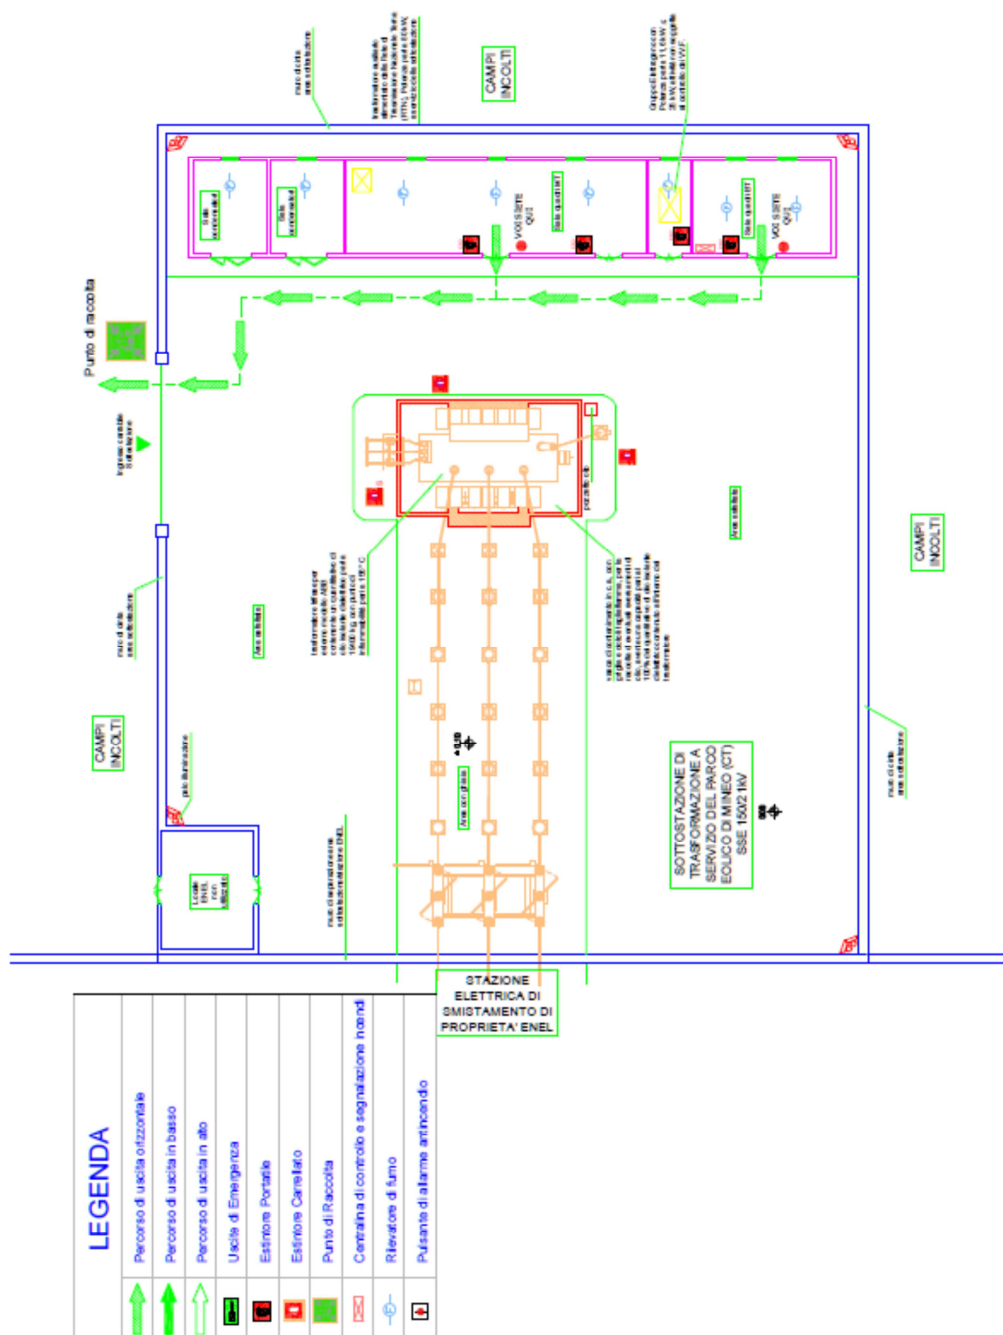

Fig. 2 – Planimetria delle vie di fuga, dei dispositivi antincendio e punto di raccolta
In Fig. 2 è riportata la planimetria con evidenziati: Locali e aree esterne, percorsi di emergenza, estintori, pulsanti di emergenza.
La disposizione dei presidi antincendio è riportata in Fig. 2.
- dirigersi con calma verso il punto di raccolta riportato in Fig. 2 in attesa di comunicazioni da parte degli addetti alla gestione dell'emergenza.